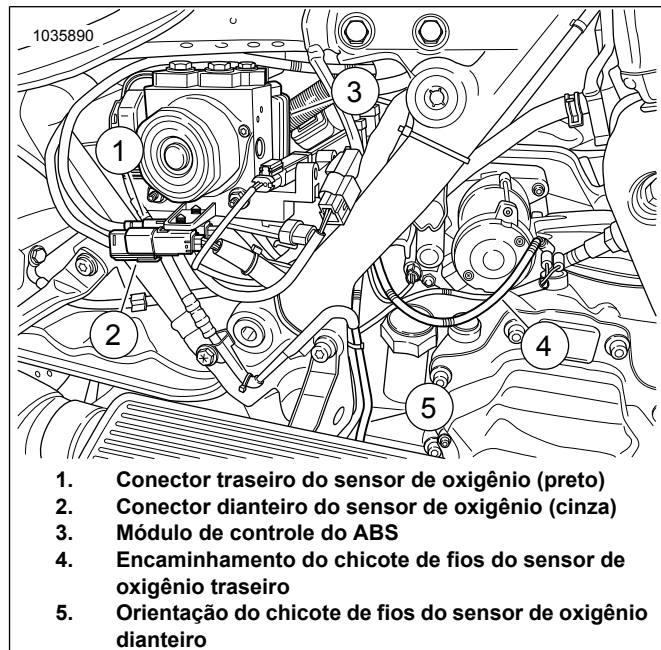

Figura 16. Orientação do chicote de fios do sensor do ATM
16. Consulte o Figura 16. **Sensor de oxigênio dianteiro (5, chicote de fios longo):**
- A partir do sensor traseiro, passe e fixe o chicote de fios de oxigênio pelo topo da transmissão (4). Instale as abraçadeiras conforme necessário.